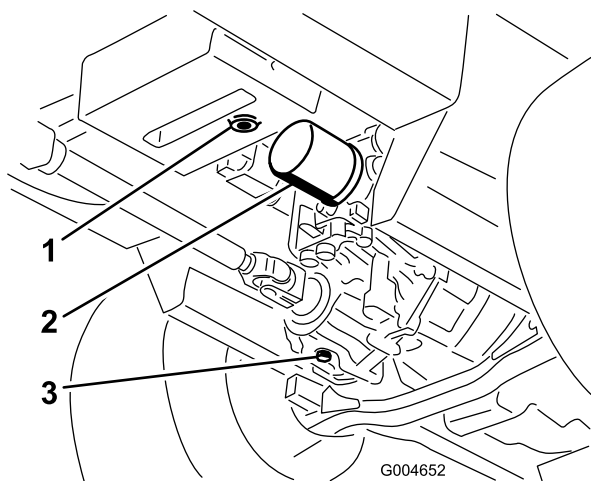

Figura 67
3. Coloque um recipiente grande sob o reservatório hidráulico e cârter da transmissão e retire os bujões, drenando todo o fluido hidráulico (Figura 67).
4. Limpe a zona em redor do filtro de óleo hidráulico e retire-o (Figura 67).